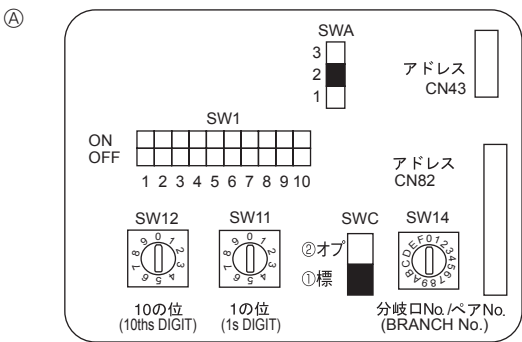

Fig. 6-4
- ③ Télécommande sans fil (lors de l'installation du récepteur de signal sans fil)
6.5. Configuration des adresses (Fig. 6-4)
- ① Comment définir les adresses
6.6. Réglage des interrupteurs pour différentes hauteurs de plafond (Fig.6-4)
6.7. Détection de la température ambiante à l'aide du capteur intégré de la commande à distance (Fig.6-4)